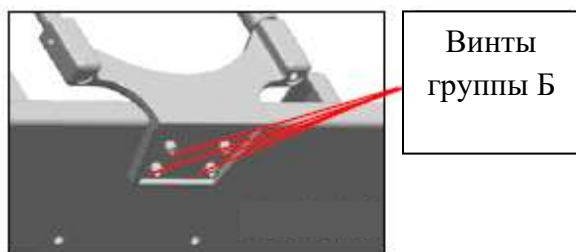

Рис. 2.2.4
8. С помощью отвертки открутите четыре винта Группы Б (Рис. 2.2.4), выньте из коробки подбородник (Рис. 2.1.1), совместите отверстия Группы Б на подбороднике с отверстиями на рабочем столе, вставьте и затяните винты (Рис. 2.2.4).